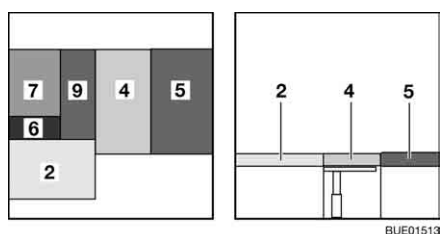

Fig. 151 Después de la transformación
- Colocar el cojín del respaldo (Fig. 151,4) en la mesa.
- Colocar el cojín del respaldo (Fig. 151,9) en la mesa.